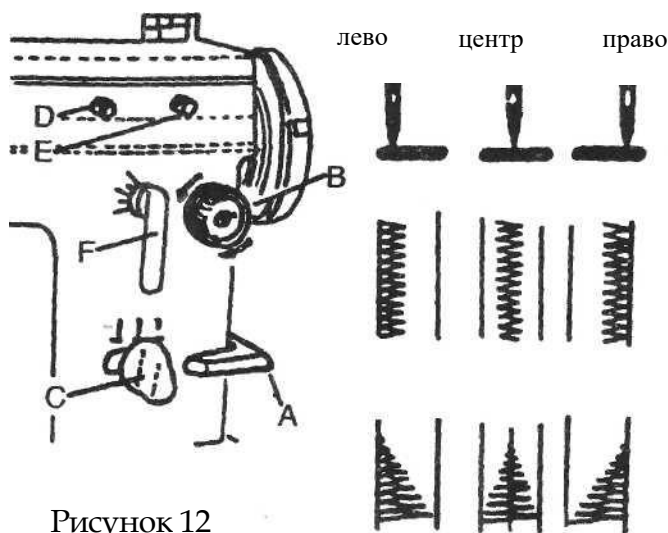

Рисунок 12
Регулирование вертикального расстояния иглы (см. рисунок 12)
9. Регулирование горизонтального расстояния иглы (см. рисунок 12)